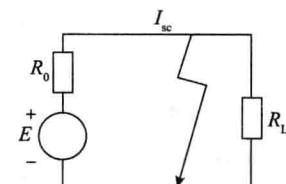

图 1-2 电路短路
(1) 通路：电源与负载接通，构成回路，又称为有载状态。当电路工作在额定情况下时的电路有载工作状态称为额定工作状态。
(2) 断路：电源与负载断开，称为断路状态，又称开路或空载状态。
(3) 短路：电源两端没有经过负载而直接连在一起时，称为短路状态。如图 1-2 所示。此时电流不再流过负载，而直接经短路连接点流回电源，此时短路电流很大。短路是电路最严重、最危险的事故，是禁止的状态。产生短路的原因主要是接线不当，线路绝缘老化损坏等。应在电路中接入过载和短路保护。